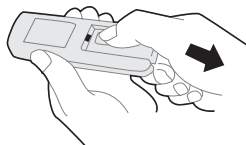

Fig.2
- Far scorrere il coperchio del vano batterie come mostrato nella Fig. 2.